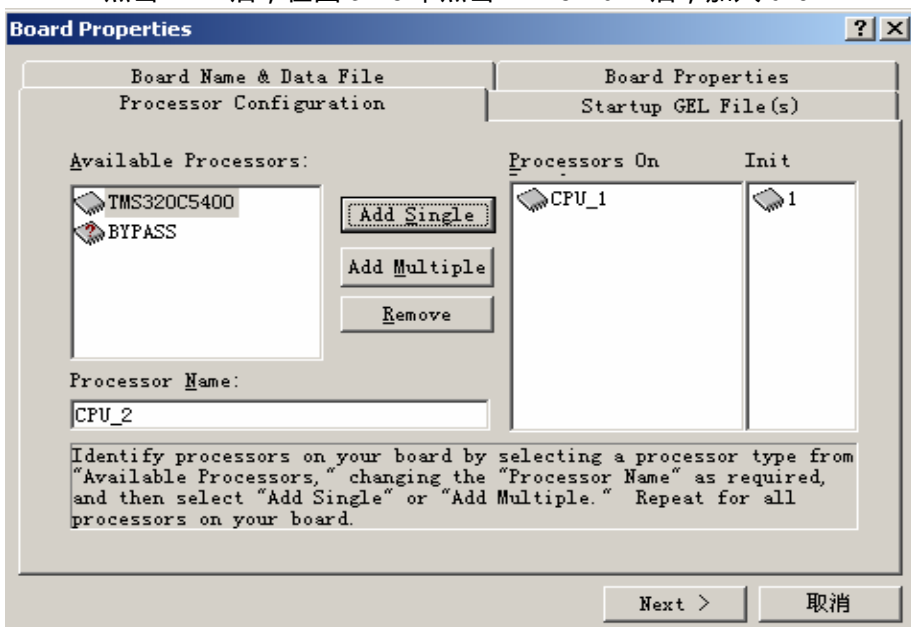

图 3.18 配置驱动 7
I. 点击 NEXT 后，在图 3.18 中点击 ADD SINGLE 后，加入 CPU 1.